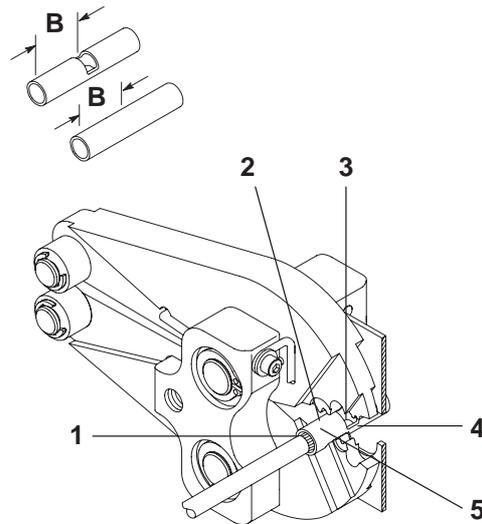

Bild 5 Crimpen einer Endhülse
4.2 Vorgehensweisen für das Crimpen von Stoßhülsen (Bild 5)
2. Öffnen Sie die Crimp-Backen, indem Sie die Rollen gleichzeitig zusammendrücken. Positionieren Sie dann die Hülse zwischen den Crimp-Backen derart, dass das Fenster zu der oberen Backe hin ausgerichtet ist und der Drahtzylinder in der Backe zentriert ist. Siehe Bild 5.
4. Führen Sie den abisolierten Draht in den Drahtzylinder der Hülse ein, bis das Ende des Leiters gegen den Drahtstopp der Hülse anstößt. Siehe Bild 5.